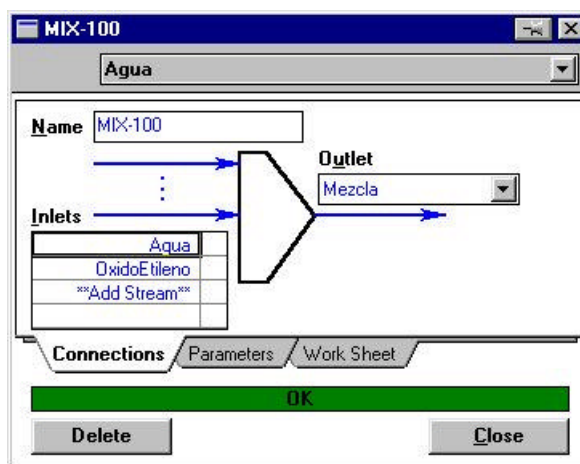

Fig. 21
**Connections:** Podemos ingresar varias corrientes de alimentación (**Inlets**). Posicionar el cursor en **\*\*Add Stream\*\***, abrir la lista desplegable de la barra situada en la parte superior de esta pantalla. Seleccionar **Agua** con el cursor, y automáticamente aparecerá esta corriente como alimentación del reactor. Repetir la operación para **OxidoEtileno**. Posicionarse en la celda **Outlet** e ingresar el nombre **Mezcla**. Los datos ingresados hasta el momento son suficientes para que se efectúen los cálculos correspondientes para determinar las propiedades de la corriente de salida del **Mixer**. Ver Fig. 21